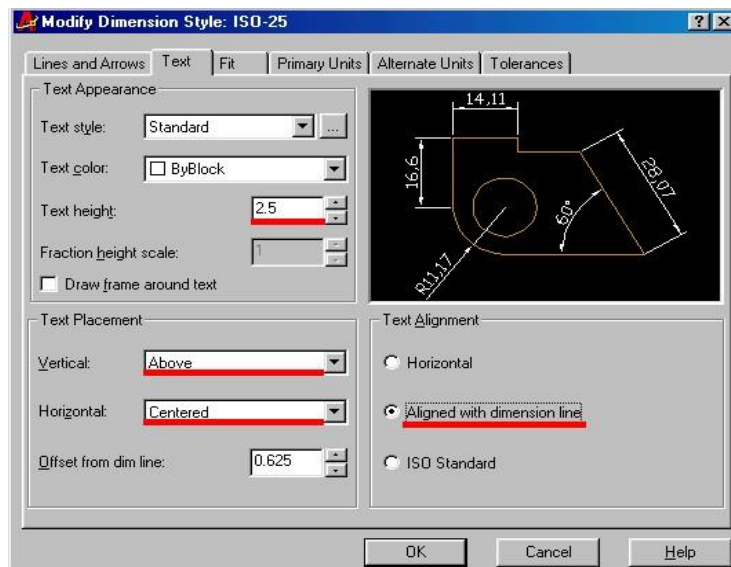

Рисунок 7 – Задання стилю тексту розмірів
- у пункті **Text (Текст)** - висоту та стиль текста, а також його розміщення відносно розмірної лінії: **Horizontal - Centered (За центром)**, **Vertical - Above (Над)** (рис. 7).